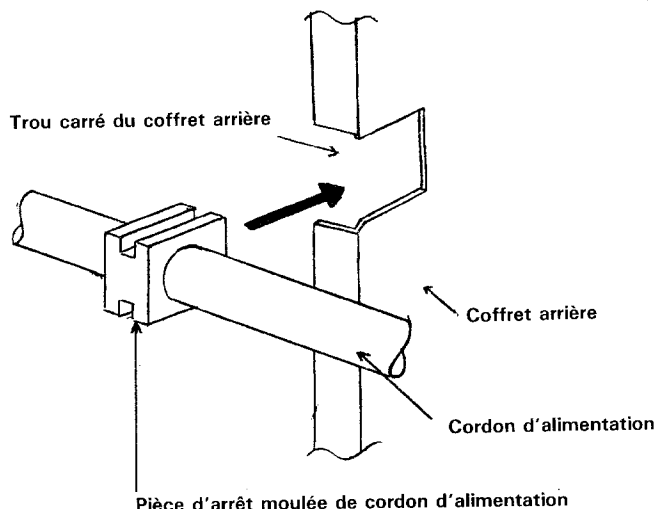

Figure C-4. Remplacement du cordon d'alimentation
1. Insérer la pièce d'arrêt moulée de cordon d'alimentation dans le trou carré du coffret arrière en se référant à la Figure C-4. Remplacement du cordon d'alimentation.